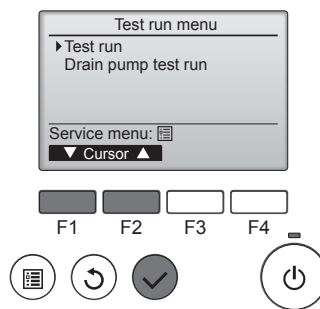

Fig. 7-5
- ④ Seleccione "Test run" (Modo prueba) con el botón **F1** o **F2**, y pulse el botón . (Fig. 7-5)